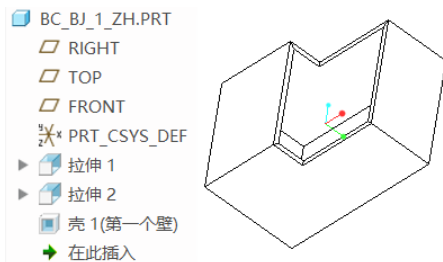

图 1-18 转换为钣金件
- (4) 在“壳”选项卡的“厚度”文本框中输入厚度值为“3”。
- (5) 在“壳”选项卡中单击 (完成) 按钮，从而将该实体模型转换为钣金件的第一壁，其效果如图 1-18 所示。